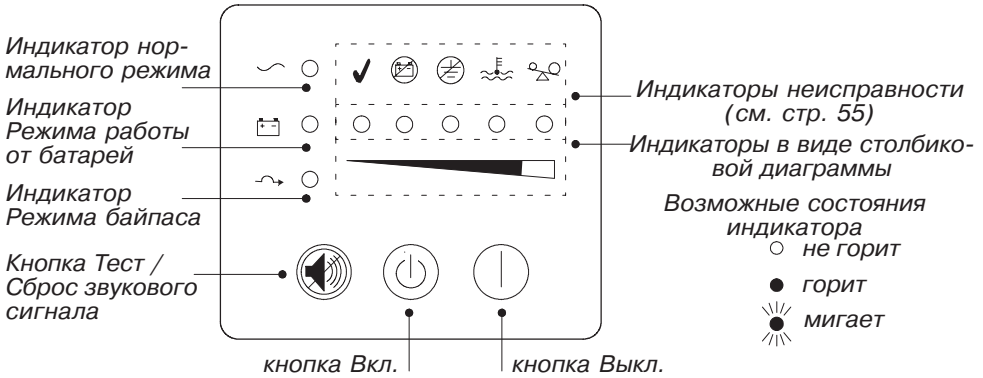

Рисунок 14. Передняя панель ИБП
8. Нажмите кнопку Вкл. | (см. рис. 14 на стр. 25).
13. Нажмите кнопку Вкл. | (см. рис. 14 на стр. 25)
После подключения ИБП к сети электропитания, ИБП переходит в режим ожидания. Чтобы включить ИБП, нажмите кнопку Вкл. | на передней панели (см. рис. 14 на стр. 25). Индикатор ~ горит, и индикаторы в виде столбиковой диаграммы показывают величину нагрузки, подключенной к ИБП.